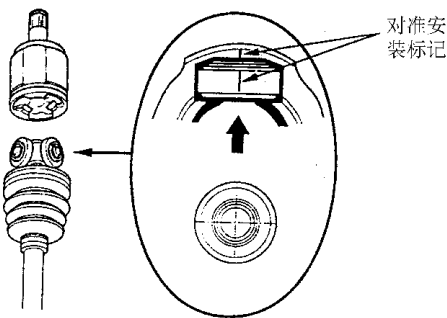

图 6-73 将内球笼装入半轴
7) 将内球笼装入半轴, 如图 6-73 所示, 对准内球笼与滚柱上的标记, 将内球笼重新安装到半轴上。固定半轴, 使内球笼方向朝上, 以防跌落。